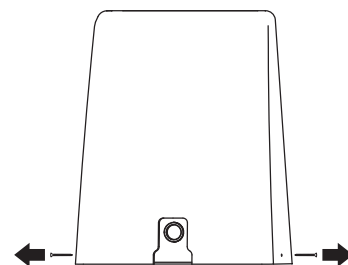

Figure 3
- 3.1 Retirer les deux vis dans le bas du module qui maintiennent le couvercle et la base ensemble. (Fig. 3)
- 3.1 Remove the two white screws holding the cover and the unit base together (Fig. 3)